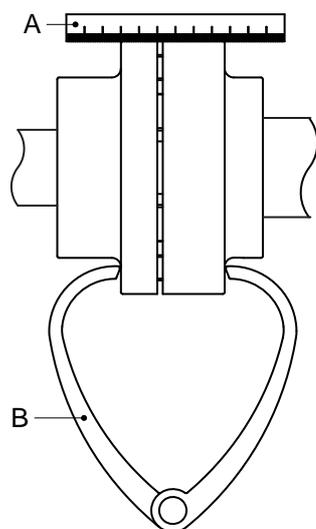

Рисунок 3. Совмещение муфты при помощи линейки и пары кронциркулей
- 1 Поместите линейку (А) на муфту. Линейка должна прилегать к обеим полумуфтам по всей ширине. См. рисунок 3. Выполните проверку в трех точках по диаметру муфты.
- 2 Проверьте отсутствие углового отклонения при помощи пары кронциркулей (В) по двум связанным точкам на боковых поверхностях полумуфт. См. рисунок 3. Выполните проверку в трех точках по диаметру муфты.